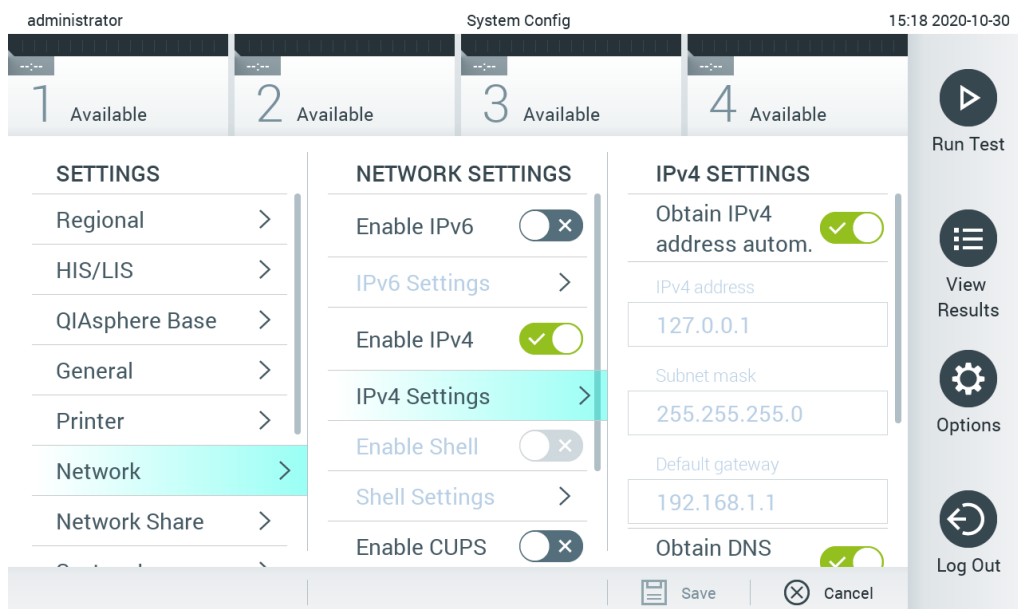

Figura 75. Configurarea setărilor de rețea.
2. Selectați **Network** (Rețea) din lista Settings (Setări) din coloana din stânga (Figura 75).